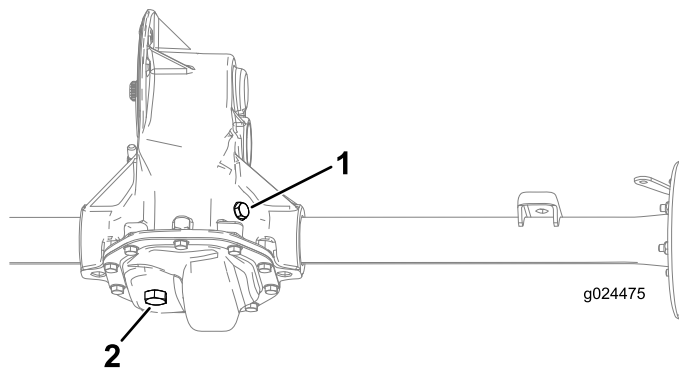

Figura 36
2. Tire o tampão de enchimento do eixo transversal (Figura 36).
3. Se o nível de óleo estiver baixo, retire o tampão de enchimento e adicione o óleo especificado até sair pelo orifício (Figura 36).
1. Alinhe um recipiente de escoamento com o tampão de escoamento (Figura 36).
2. Retire o tampão de enchimento e o vedante (Figura 36).
3. Retire o tampão de escoamento e o vedante e deixe o óleo escoar completamente (Figura 36).